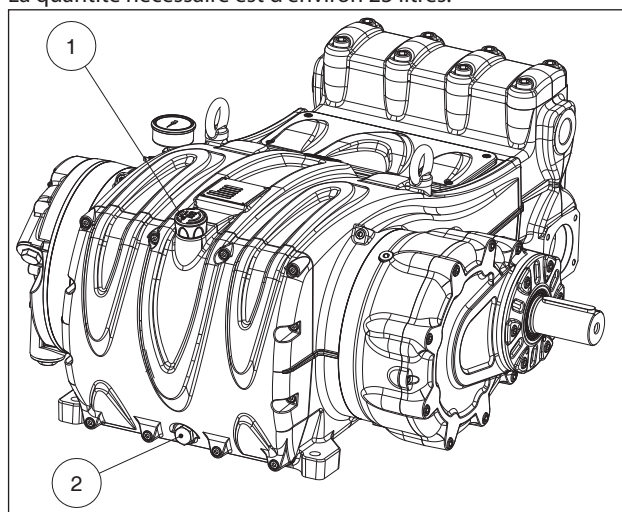

Fig. 3
Contrôler le niveau d'huile à travers la jauge appropriée portant les repères minimum et maximum ①, Fig. 3 et réajuster le niveau si besoin est.
Le contrôle de niveau d'huile correct est effectué avec la pompe à la température ambiante, l'huile doit être vidangée avec la pompe à la température de fonctionnement en retirant le bouchon rep. ②, Fig. 3.